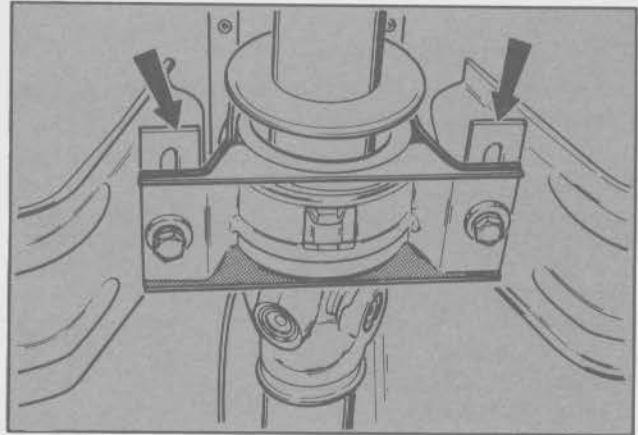

Fig. 29 - Montaje del soporte central del árbol de transmisión
- Retirar la herramienta T78G-77052-BAS e introducir el árbol de transmisión deslizándolo sobre el eje de salida. Instalar los tornillos de sujeción del soporte central y de la brida del piñón. Ajustarlos todos al torque especificado (Fig. 29).